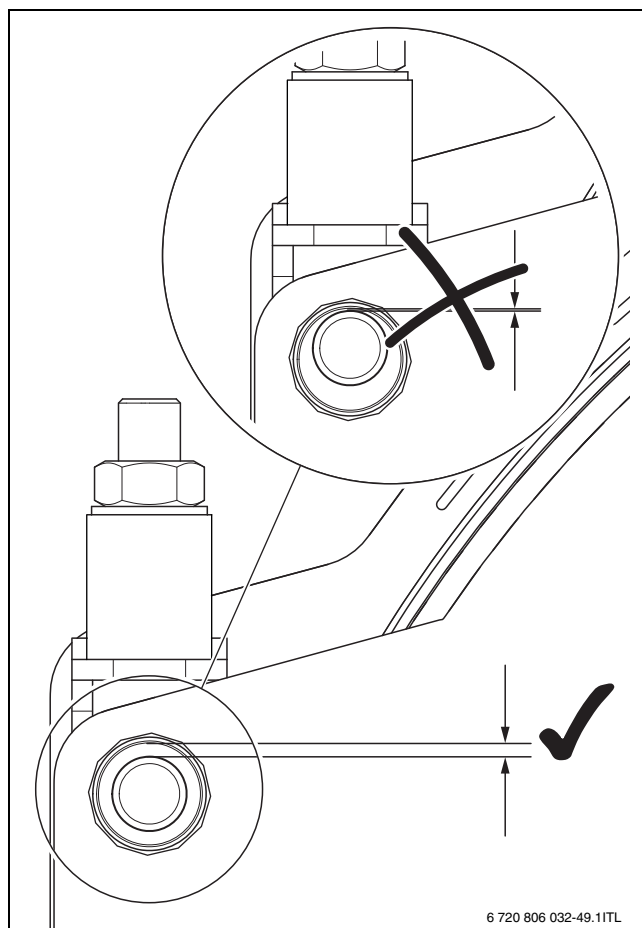

Fig. 19 Poziție ușă arzător și bolț de balama
- ▶ Partea stângă: coborâți balamalele prin desprinderea piuliței balamalei [2] (2 până la 3 rotații). Ușa nu mai trebuie rezemată pe bolțurile balamalei [4] ușii (→ fig. 19). Partea dreaptă: piulița de siguranță [3] se răsucește cu 2 până la 3 rotații în direcția ușii arzătorului. Astfel, se deschide ușa arzătorului cazanului. Între ușa arzătorului și arzător trebuie să existe o fantă de minimum 5 mm, în așa fel încât garniturile de etanșare să nu fie deteriorate.